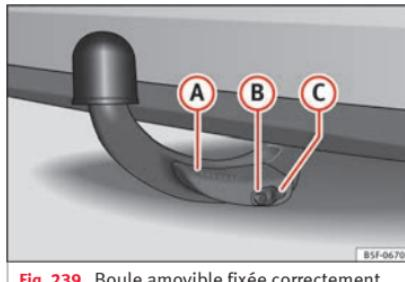

Fig. 239 Boule amovible fixée correctement
- Le levier (A) »» fig. 239 est totalement relevé.
- La broche de déverrouillage (B) »» fig. 239 ressort complètement (sa partie rouge et verte est visible).
- Le cache (C) »» fig. 239 est mis en place sur la serrure.